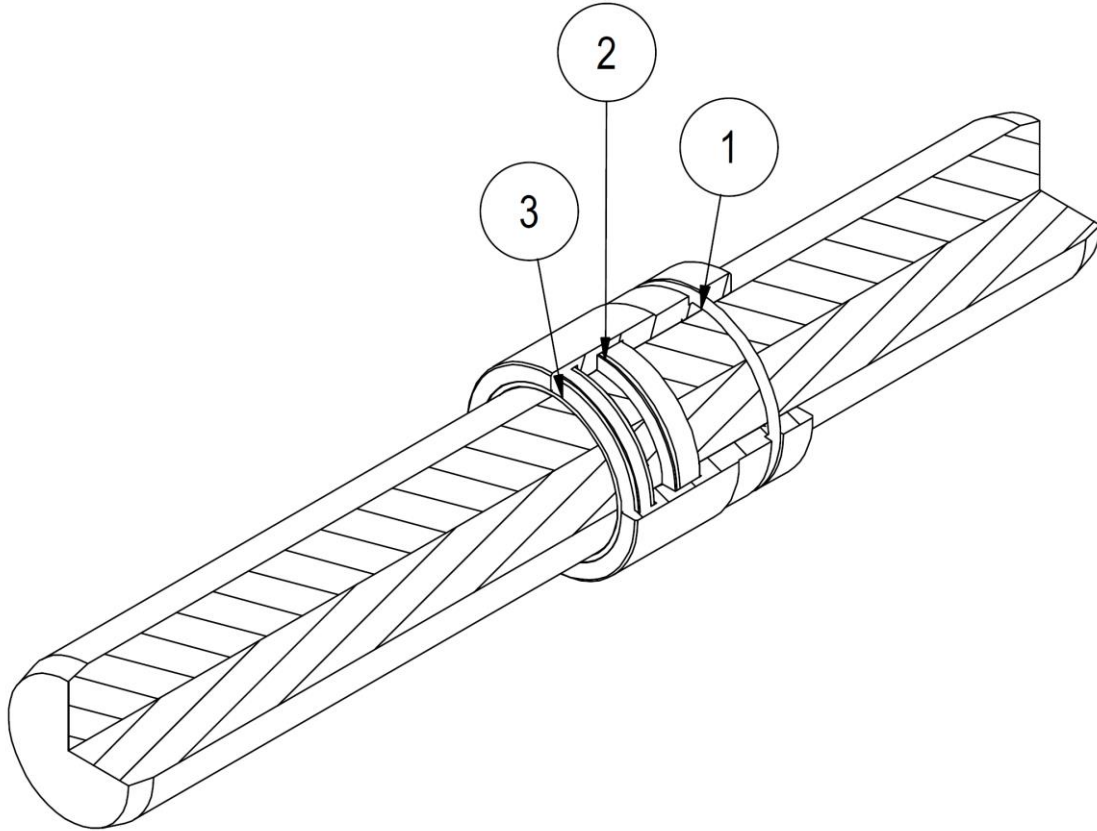

Figura 13
4. Reemplace las juntas dañadas (mira *Figura 13*).